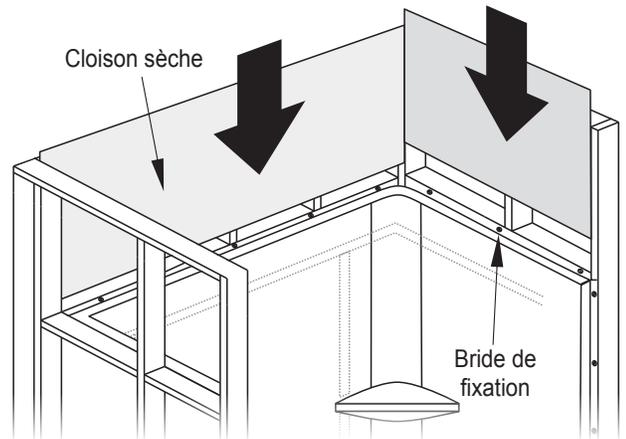

FIGURE 6A
- a. OPTION SANS DÔME #1 – La cloison sèche repose sur le dessus de la bride de carrelage (Figures 6a & 6b).